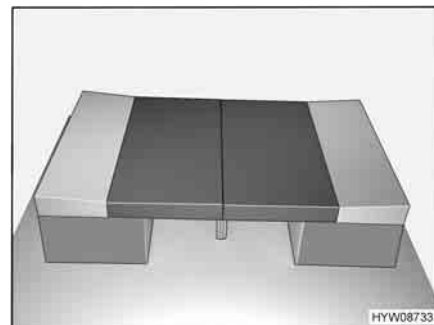

Fig. 60 Dopo la trasformazione
- Sistemare il cuscino del sedile e dello schienale come illustrato nella Fig. 60.